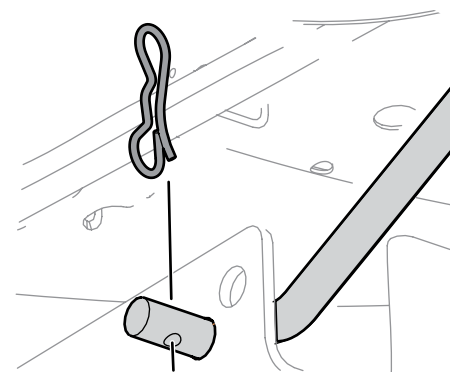

Figura 4-5
14. Puxe o contrapino para fora de seu orifício na ponta da haste de elevação do deck que o prende ao deck. Consulte Figura 4-5. Deslize a haste de elevação do deck para fora de seu suporte.